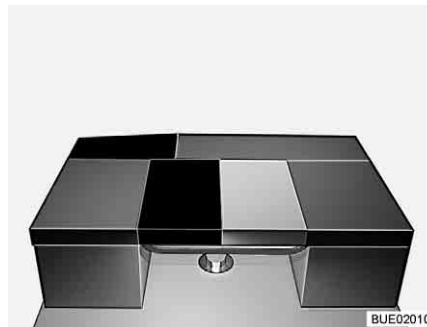

Fig. 153 Después de la transformación
- Colocar el cojín del respaldo del banco lateral del grupo de asientos L en la mesa de modo longitudinal (véase Fig. 153).